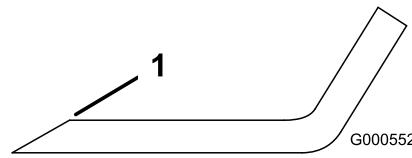
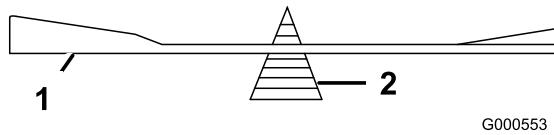

Bild 46
Bild 47
1. Schärfen Sie die Schnittkante an beiden Enden des Schnittmessers mit einer Feile (Bild 46). Behalten Sie den ursprünglichen Winkel bei. Das Schnittmesser behält seine Auswuchtung bei, wenn von beiden Schnittkanten die gleiche Materialmenge entfernt wird.
2. Überprüfen Sie die Auswuchtung des Schnittmessers auf einer Ausgleichsmaschine (Bild 47). Wenn das Schnittmesser in seiner horizontalen Position bleibt, ist es ausgewuchtet und kann wiederverwendet werden. Feilen Sie, wenn das Schnittmesser nicht ausgewuchtet ist, vom Flügelbereich des Messers etwas Metall ab (Bild 46). Wiederholen Sie diesen Vorgang, bis das Messer ausgewuchtet ist.